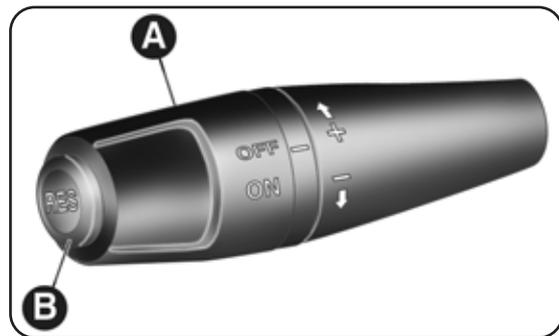

fig. 43
Ruota la ghiera A-fig. 43 su ON. Il dispositivo non può essere inserito in 1ª marcia o in retromarcia: è consigliabile inserirlo con marce uguali o superiori alla 5ª.
- ruota la ghiera A-fig. 43 su ON e premi l'acceleratore fino a portare la vettura alla velocità desiderata;
- premi il pulsante RES (B-fig. 43).
- ruotare la ghiera A-fig. 43 in posizione OFF;
In caso di funzionamento difettoso od avaria del dispositivo, ruota la ghiera A-fig. 43 su OFF e rivolgitvi ai Servizi Autorizzati Alfa Romeo.